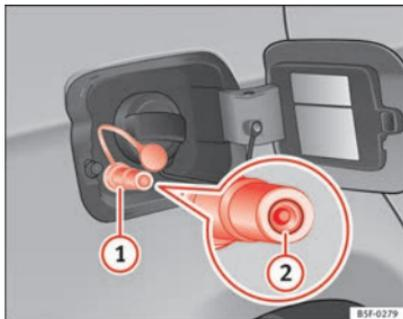

Abb. 152 Geöffnete Tankklappe: Gas-Einfüllstutzen ①, Dichtungsring des Einfüllstutzens ②.
- Öffnen Sie den Gas-Einfüllstutzen ⇒ Abb. 152 ①.